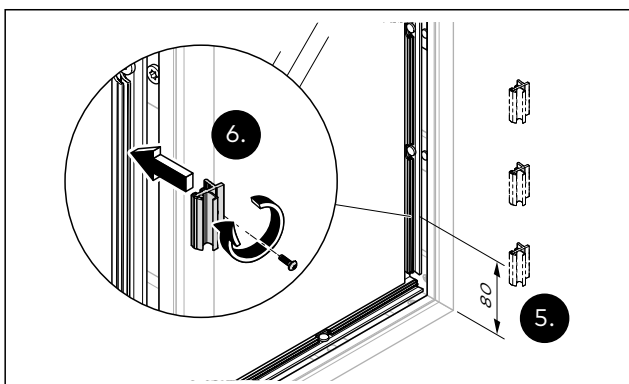

Abb. 35 Beispiel für das Anbringen von Glas-Klemmstücken an das senkrechte Grundprofil und Glas
- Den Abstand der Glas-Klemmstücke von ca. 80 mm zur Ecke einhalten (Abb. 35).